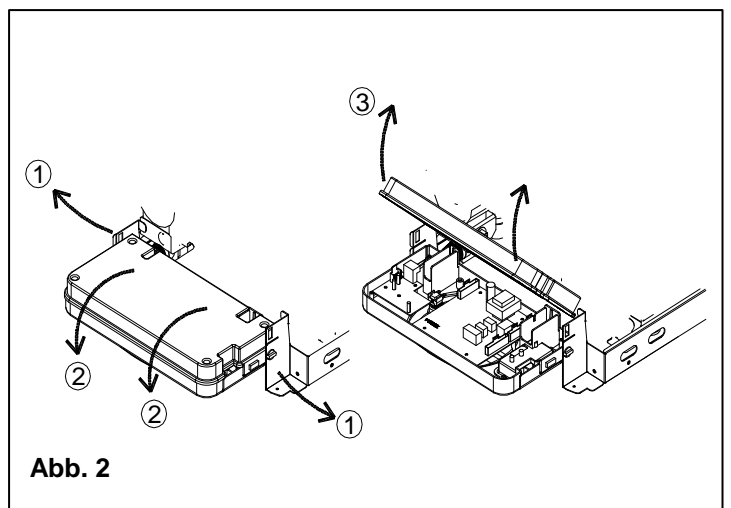

Abb. 2
- Gleichzeitig die Trägerbügel der Schalttafel (Abb. 2) packen und auseinanderziehen, die Schalttafel umkippen und nach unten drehen lassen;